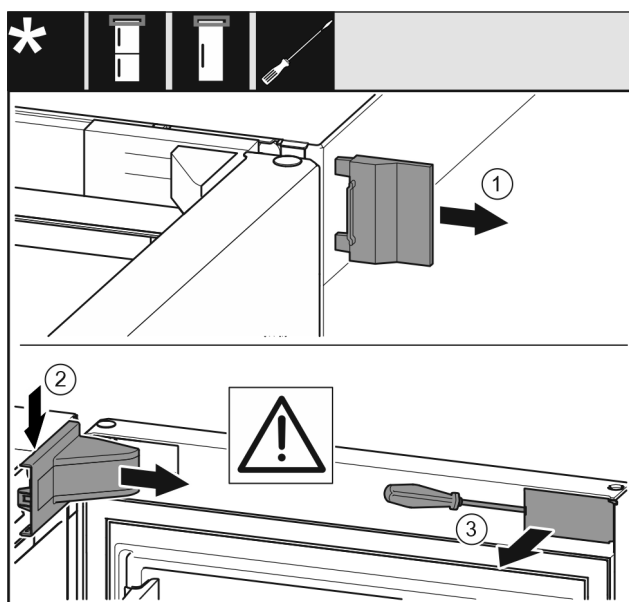

Fig. 8
- ▶ Vegye le a külső fedelet. Fig. 8 (1)
- ▶ Pattintsa ki és oldja ki a csapágybak fedelét. Vegye le a csapágybak fedelét. Fig. 8 (2)
- ▶ Pattintsa ki a takarólemezt lapos csavarhúzóval, és fordítsa oldalra. Fig. 8 (3)